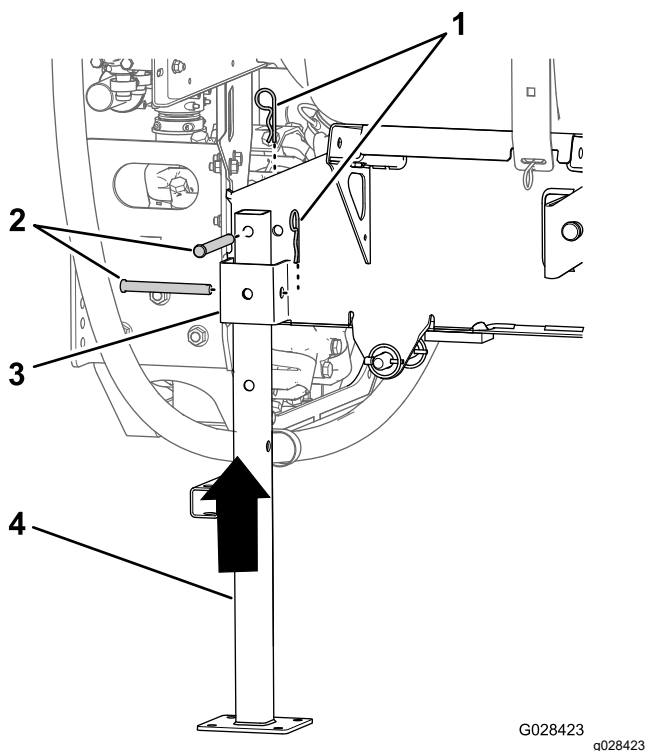

Figure 136
5. Aligne pied de support arrière sur le logement correspondant (Figure 136).
6. Alignez le trou en haut du pied de support et le trou dans le cadre du patin de la cuve (Figure 136).
7. Fixez le pied de support à son logement et au cadre à l'aide de 2 axes de chape (1/2 x 4¹/₂ po) et 2 goupilles fendues (5/32 x 2⁵/₈ po), comme montré à la Figure 136.